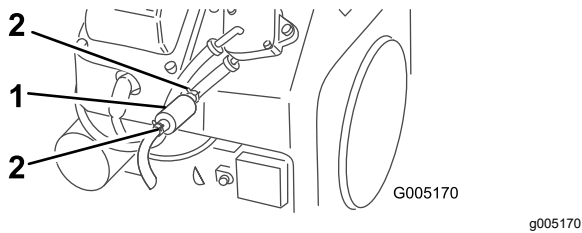

Bild 30
4. Drücken Sie die Enden der Schlauchklemmen zusammen und schieben Sie sie vom Filter weg (Bild 30).
5. Stellen Sie ein Auffanggefäß unter die Kraftstoffleitungen, um austretende Flüssigkeit aufzufangen; entfernen Sie dann den Filter von den Kraftstoffleitungen (Bild 30).